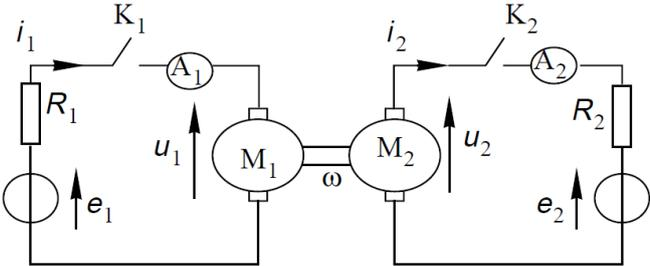
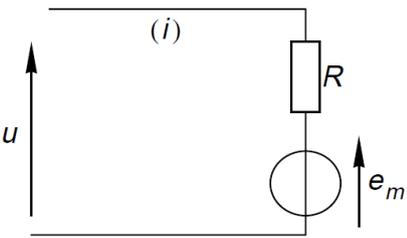
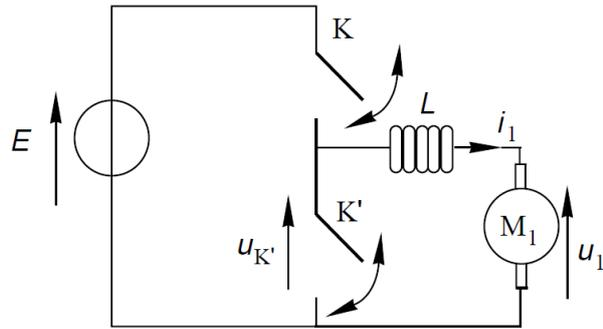

Figure 1 : association de deux machines à courant continu
Figure 2 : schéma électrique
Figure 3 : commande par découpage
Deux machines à courant continu  $M_1$  et  $M_2$ , à aimants permanents, considérées comme identiques, sont associées sur le même arbre mécanique, selon le schéma de la figure 1.
Chaque machine est en relation électrique avec une source de tension, réversible en courant, modélisée par sa force électromotrice et une résistance ( $e_1$  et  $R_1$  pour le circuit 1 ;  $e_2$  et  $R_2$  pour le circuit 2). La vitesse de rotation angulaire est notée  $\omega(t)$  ; elle est considérée comme positive lorsque la machine  $M_1$  fonctionne en moteur avec  $e_1 > 0$ , et  $M_2$  en génératrice. Chaque machine, dont on néglige l'inductance d'induit et dont la résistance d'induit est notée  $R$ , développe, lorsqu'elle tourne, une force électromotrice  $e_m = \Phi_0 \omega$ , comme le montre le schéma équivalent de la figure 2. Dans cette partie, on néglige toutes les pertes autres que celles qui correspondent à l'effet Joule (sauf dans la question I.B.6) : les pertes dans le fer et les pertes mécaniques sont donc considérées comme nulles. Les intensités  $i_1$  et  $i_2$  des courants traversant les deux machines, comptées positivement dans les sens indiqués sur la figure 1, sont mesurées en régime permanent par les deux ampèremètres  $A_1$  et  $A_2$ .
**I.A.1)** Montrer qu'avec les conventions de la figure 1, les couples électromagnétiques appliqués sur l'arbre commun par les machines sont respectivement de la forme  $T_1 = \Phi_0 i_1$  et  $T_2 = -\Phi_0 i_2$ .
On se propose de décrire sommairement le dispositif électrique de commande du moteur  $M_1$ . La commande par découpage utilisée est représentée à la figure 3. On admet que la conduction dans  $M_1$  est ininterrompue : le courant d'intensité  $i_1$  ne s'annule jamais.
**III.B** - Le moteur  $M_1$  de la figure 3 représente la machine  $M_1$  de la figure 1 qui entraîne la machine  $M_2$ , cette dernière débitant dans une résistance  $R_2$  comme dans la Partie II ( $e_2 = 0$ ,  $R_2 = 100\Omega$ ). On prend de plus  $E = 10V$ . L'ensemble  $e_1$ ,  $R_1$  de la figure 1 est simplement remplacé par le dispositif de la figure 3. On tient compte de la résistance  $R$  dans le schéma équivalent des machines ; le couple de frottement visqueux de coefficient  $f$  envisagé dans la Partie II est également pris en compte.